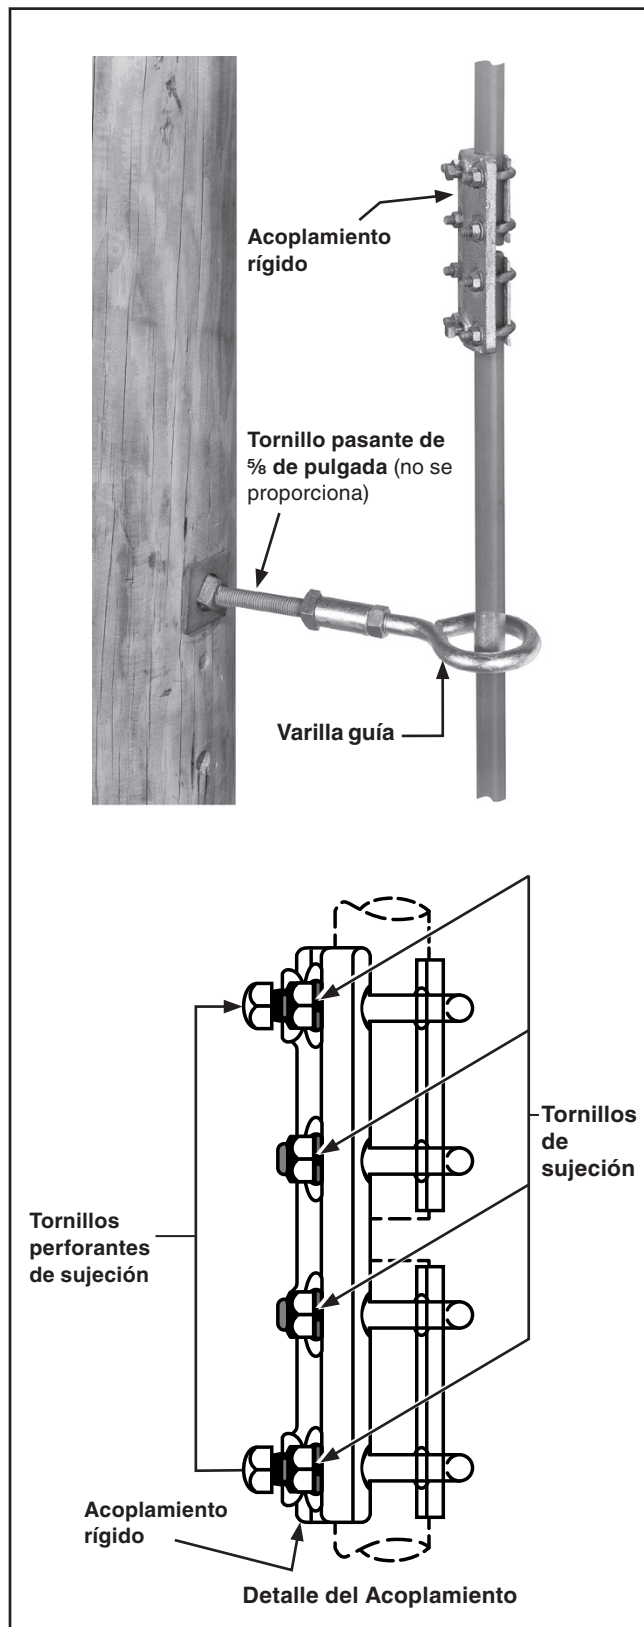

Figura 12. Varilla guía y el acoplamiento rígido (detalle) para usarse con el tubo operativo vertical IPS de 3/4 de pulgada.
- (a) Enganche un acoplamiento rígido en un extremo de una sección sin rosca de 6 pies y 10 pulgadas (208.3 cm) de tubo operativo vertical. Después, deslice una varilla guía en el tubo (al acoplamiento rígido detendrá la varilla guía). Sujete el otro extremo de la sección de tubo en el acoplamiento en el impulsor de la palanca del interruptor. Apriete bien los tornillos de la abrazadera en ambos extremos del tubo. Después, apriete bien los tornillos perforantes de sujeción. Ver Figura 12.
- (j) Cuando se haya logrado un ajuste satisfactorio con respecto a la palanca e interruptor, asegúrese de que los tornillos de sujeción del acoplamiento que están exactamente encima de la palanca estén bien apretados. Después apriete bien el tornillo de fijación. Ver Figura 12 en la página 15.